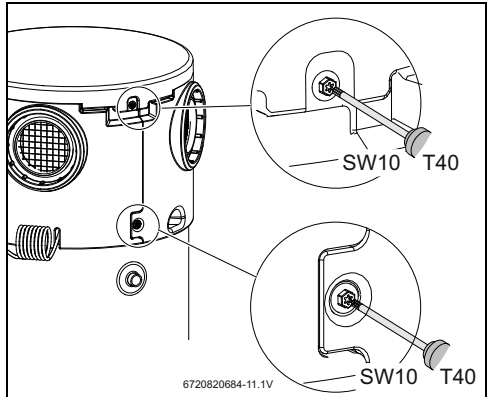

Bild 49
- ▶ Obere Abdeckung und Gehäuse ring entfernen (Abb. 49).